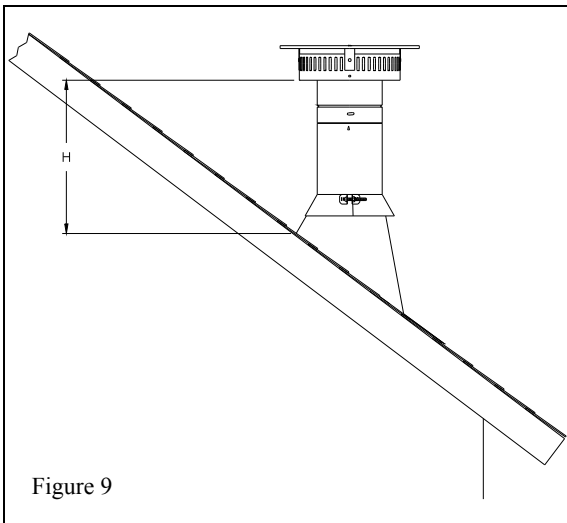

Figure 9
- Ajouter des conduits au système d'évent jusqu'à l'obtention du dégagement minimum requis (Voir Table II et fig. 9). Prévoyez une bride de toit (modèle # SBØBS) si le système dépasse le toit de plus de 5 pieds. Ne pas utiliser de sections peintes à l'extérieur ; elles ne sont pas conçues pour résister aux intempéries.